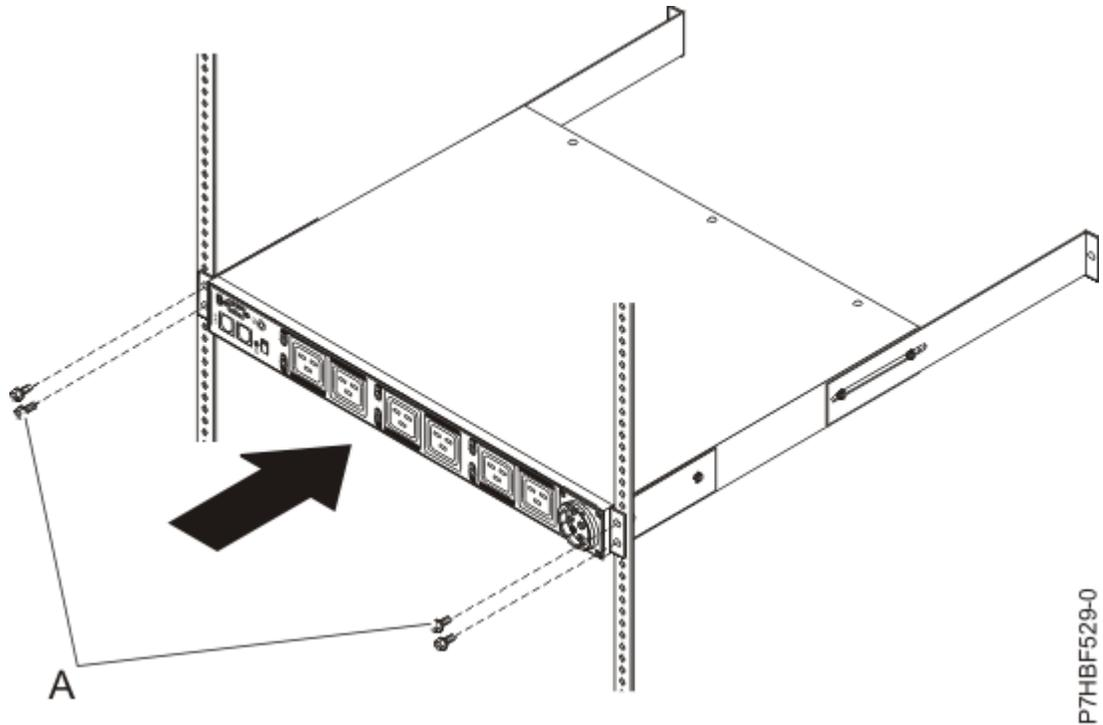

Figura 44. Ligar a parte frontal da PDU+ ou Intelligent Switched PDU no bastidor
- c. Remova os dois parafusos M6 (A) se forem utilizadas porcas fixas ou parafusos M5 que fixam a PDU, PDU+ ou Intelligent Switched PDU aos bordos do bastidor.
- h. Alinhe a extremidade do modelo da PDU, PDU+ ou Intelligent Switched PDU com os suportes de instalação curtos com o exterior das abas do bastidor. Assegure-se de que as calhas se alinham apropriadamente com os bordos do bastidor anteriores. Caso contrário, marque e reajuste o comprimento das calhas de instalação ao remover a PDU, PDU+ ou Intelligent Switched PDU e repetir os passos de “13.b” na página 62 a “13.g” na página 62. Utilize dois parafusos M6 (A) se forem utilizadas porcas fixas ou parafusos M5 se forem utilizadas porcas de mola por suporte para ligar os suportes às porcas de mola ou porcas fixas nos bordos posteriores do bastidor.
- j. Alinhe o painel de enchimento em branco (A) na parte exterior dos bordos do bastidor, conforme apresentado em Figura 44 na página 62.
- k. Fixe o painel de protecção aos bordos do bastidor e, em seguida, ao suporte de instalação longo com um parafuso M6 (B) por suporte. Utilize os parafusos que foram fornecidos com o conjunto de instalação do bastidor.
14. Prenda os suportes de montagem longos e o painel de enchimento (A) ao armário do bastidor através do execução dos seguintes passos:
- d. Alinhe o painel de protecção (A) na parte exterior das abas do bastidor.
- e. Fixe o painel de protecção às abas do bastidor e, em seguida, ao suporte de instalação longo com um parafuso M6 (B) por suporte. Utilize os parafusos que foram fornecidos com o conjunto de instalação do bastidor.